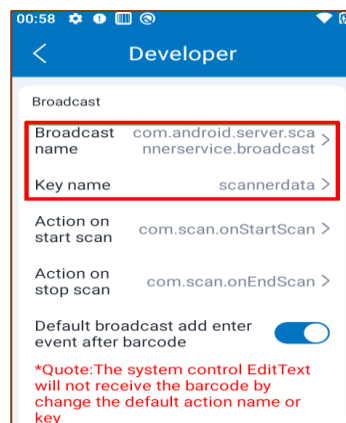

Рис. 17.33 – Настройки SEUIC
- Key name – scannerdata (Рис. 17.33).